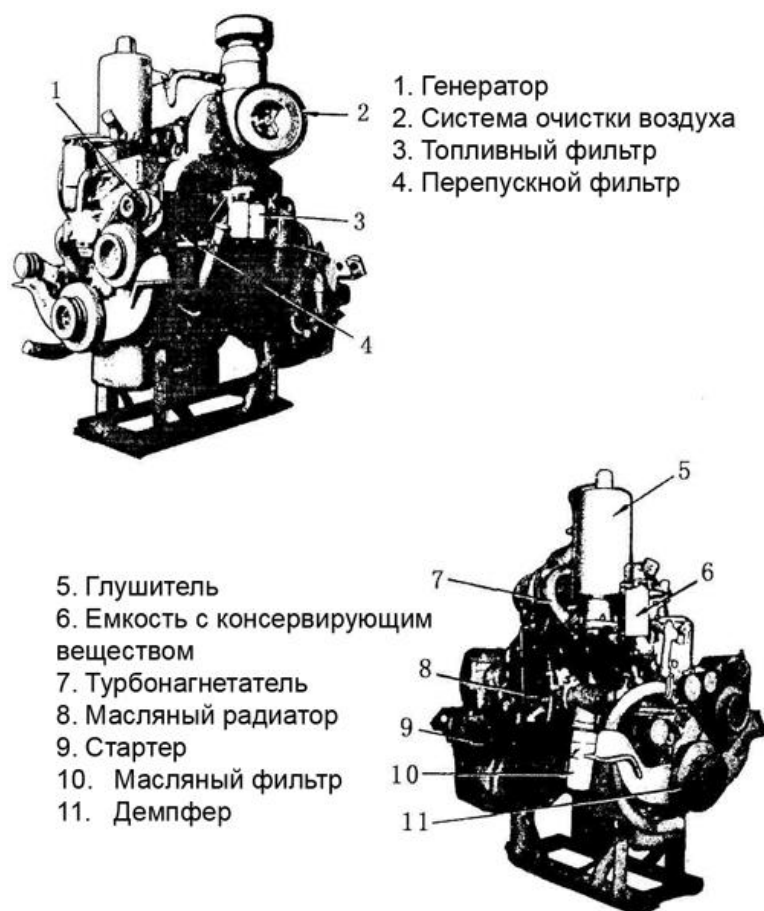

Рис. 5-1
5.1.1 Общая конструкция двигателя (см. Рис. 5-1, 5-2)